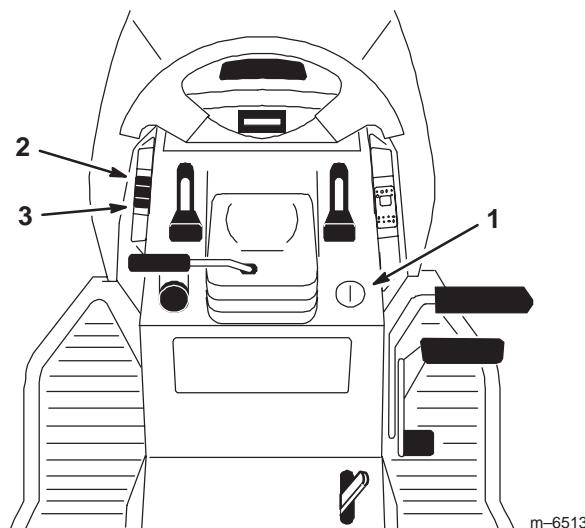

Figure 20
Ce mécanisme (Fig. 20) permet de relever et d'abaisser les accessoires.
1. Tournez la clé de contact en position de contact établi (**on**) ou de marche (**run**) (Fig. 20).
2. Poussez la commande d'accessoire vers le **haut** pour éléver le mécanisme de commande (Fig. 20). Cela a pour effet de relever l'accessoire et de le maintenir dans cette position.
2. Poussez la commande d'accessoire vers le bas pour abaisser le mécanisme de commande (Fig. 20). Cela a pour effet d'abaisser l'accessoire.